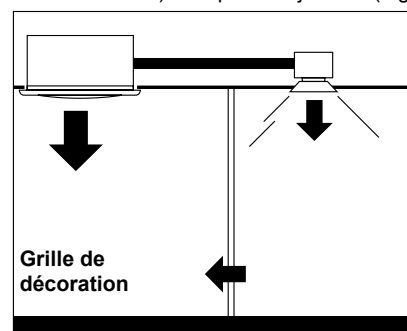

Fig 13
7. Une grille de décoration doit être fixée dans la cloison entre la pièce conditionnée (là où est installée la cassette) et la pièce adjacente. (Fig 13)